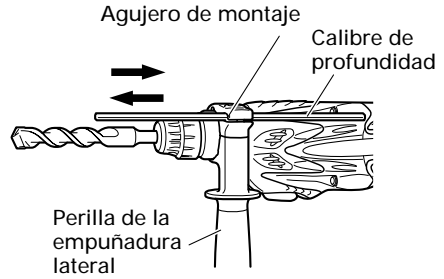

Fig. 12
(1) Escoger una broca destornillador apropiada y emplear tornillos con cabeza +, en lo posible, debido a que los tornillos con cabeza - hacen que se zafe fácilmente el destornillador.
(2) Atornillado
**6. Modo de usar el tope (Fig. 12)**